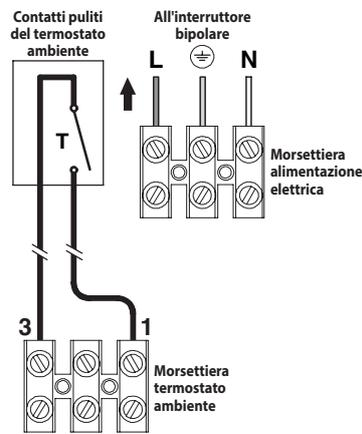

Figura 4.7
- Collegare il cavo di alimentazione elettrica proveniente dall'interruttore onnipolare alla morsetteria di alimentazione elettrica della caldaia (Figura 4.7) rispettando la corrispondenza della linea (filo marrone) e del neutro (filo azzurro).
Per il collegamento di un termostato ambiente o di valvole di zona servirsi della morsetteria termostato ambiente della caldaia Figura 4.7. I conduttori elettrici del termostato ambiente o dei contatti del micro della valvola di zona vanno inseriti tra i morsetti "1" e "3" come in Figura 4.7. **Il ponticello elettrico presente tra "1" e "3" va tolto.**